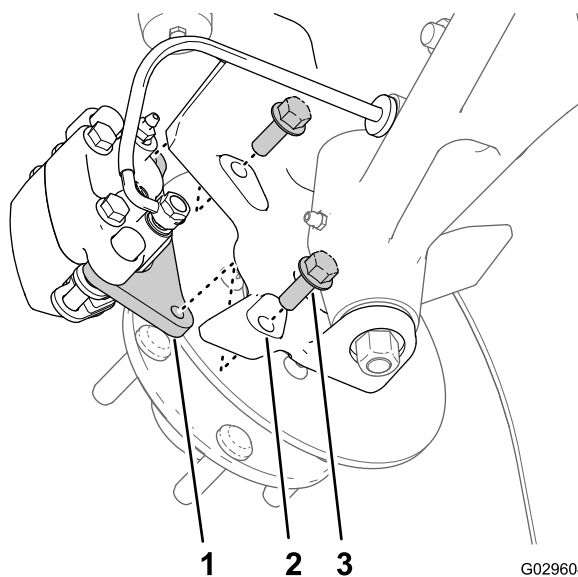
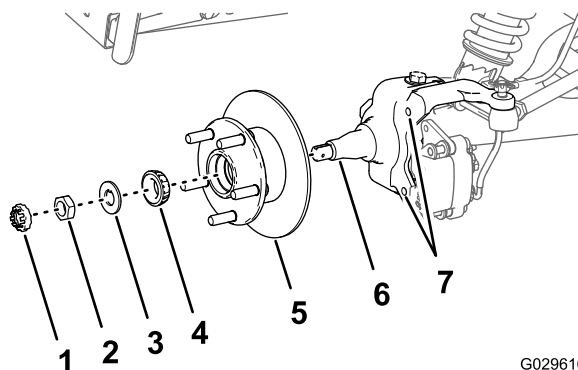

Figura 29
Figura 33
3. Retire os parafusos de cabeça flangeada (3/8 x 1 pol.) que prendem o suporte para o conjunto dos travões ao eixo e afaste o travão do eixo (Figura 29).
1. Aplique uma leve camada do lubrificante especificado no eixo (Figura 33).
2. Monte o cubo e o rotor no eixo com o rotor interior (Figura 33).
3. Monte o rolamento exterior no eixo e coloque o rolamento na correia exterior (Figura 33).
4. Monte a anilha com patilha no eixo (Figura 33).
5. Enrosque a porca do eixo no eixo e aperte a porca enquanto roda o cubo (Figura 33).
2. Alinhe as pastilhas dos travões com cada lado do rotor (Figura 29) e os orifícios no suporte da pinça com os orifícios na montagem dos travões da estrutura do eixo (Figura 33).
3. Monte o suporte da pinça na estrutura do eixo (Figura 29) com os 2 parafusos de cabeça flangeada (3/8 x 1 pol.) e aperte os parafusos com 47 a 54 N·cm.